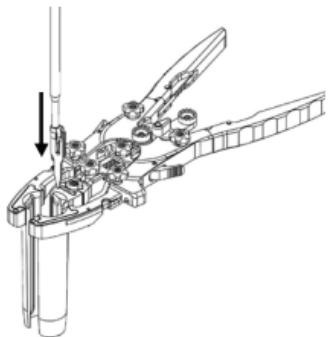

Figura 17
- Deslice el regulador por el canal de la hoja (figura 17).